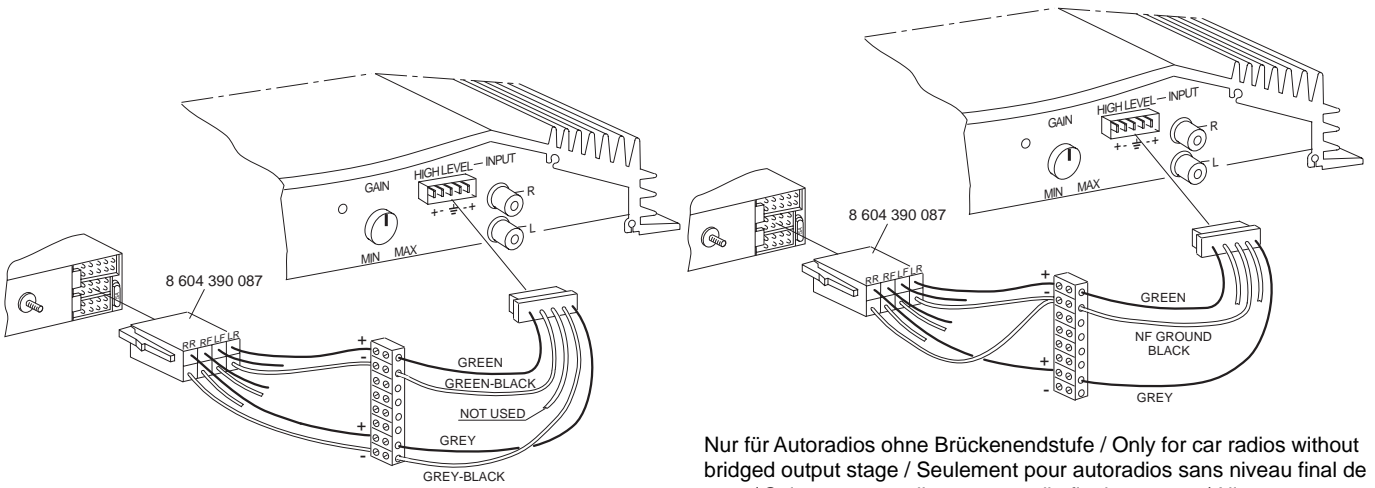

Fig. 5
El amplificador dispone de conectores de nivel alto (High - Input) para conectarlo a aparatos radio sin salidas de preamplificador (Fig. 5/5a). De esta manera es posible una conexión directa con la salida de altavoz de la radio.
- Ligação à auto-rádios com saída de altifalantes Fig. 5/5a
Fig. 5 a